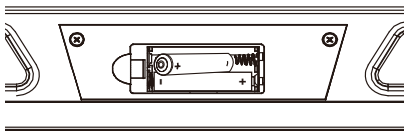

Рис.2
- 1) Откройте крышку батарейного отсека, которая расположена с обратной стороны цифрового уровня (Рис.2).